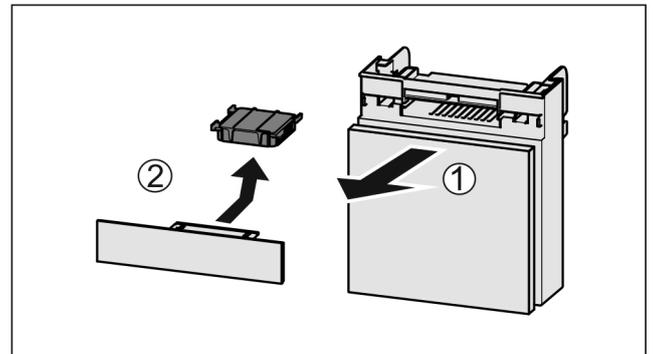

Fig. 86
- Estrarre il vano tirando in avanti Fig. 86 (1).
- Rimuovere il filtro a carboni attivi Fig. 86 (2).